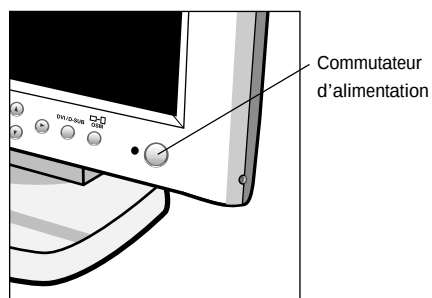

Figure D.1
5. Allumez le moniteur (Figure D.1) et l'ordinateur.